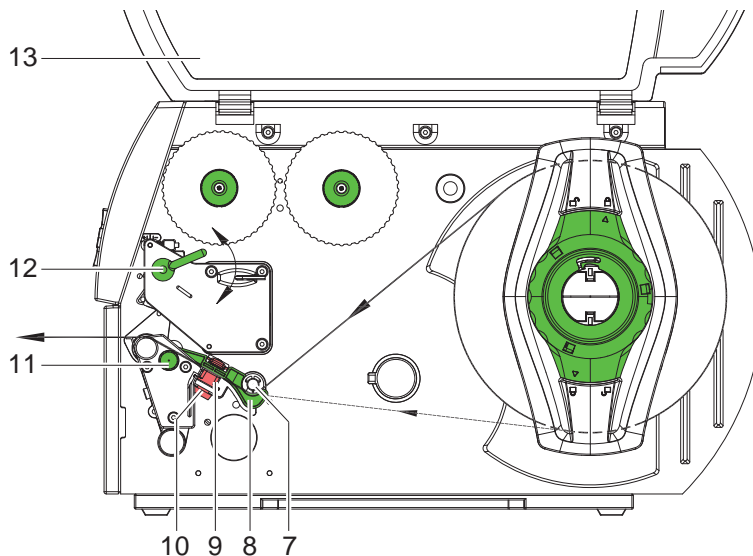

Figure 7 Course du support
- ▶ Dévisser légèrement le bouton moleté (10, figure 7) et positionner la barrière lumineuse en poussant légèrement le bouton moleté afin que le détecteur puisse repérer une étiquette manquante, un marquage spot ou une perforation.
- ▶ Tourner la manette (12) dans le sens des aiguilles d'une montre pour bloquer la tête d'impression.